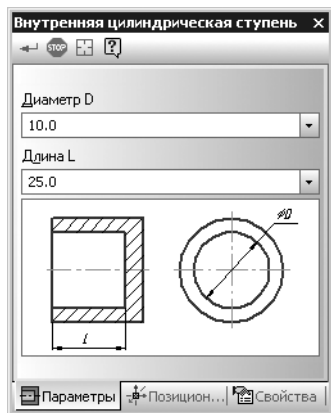

Рис. 11.9.
1. Раскройте на панели свойств **Внутренняя цилиндрическая ступень** вкладку **Параметры** (рис. 11.9).